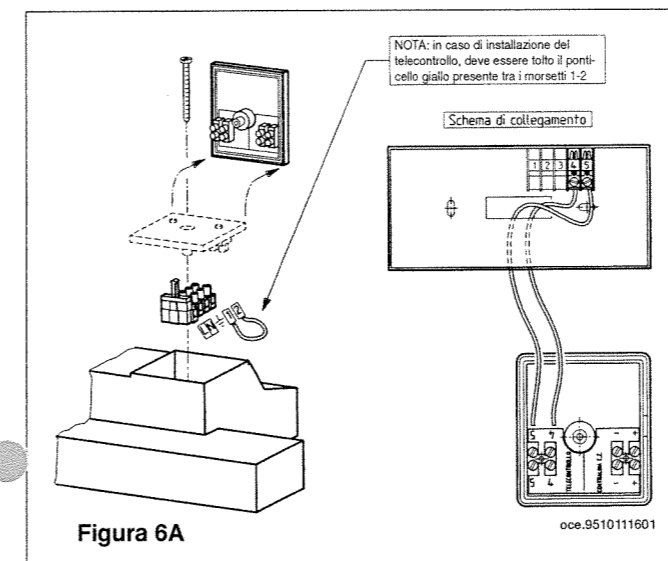
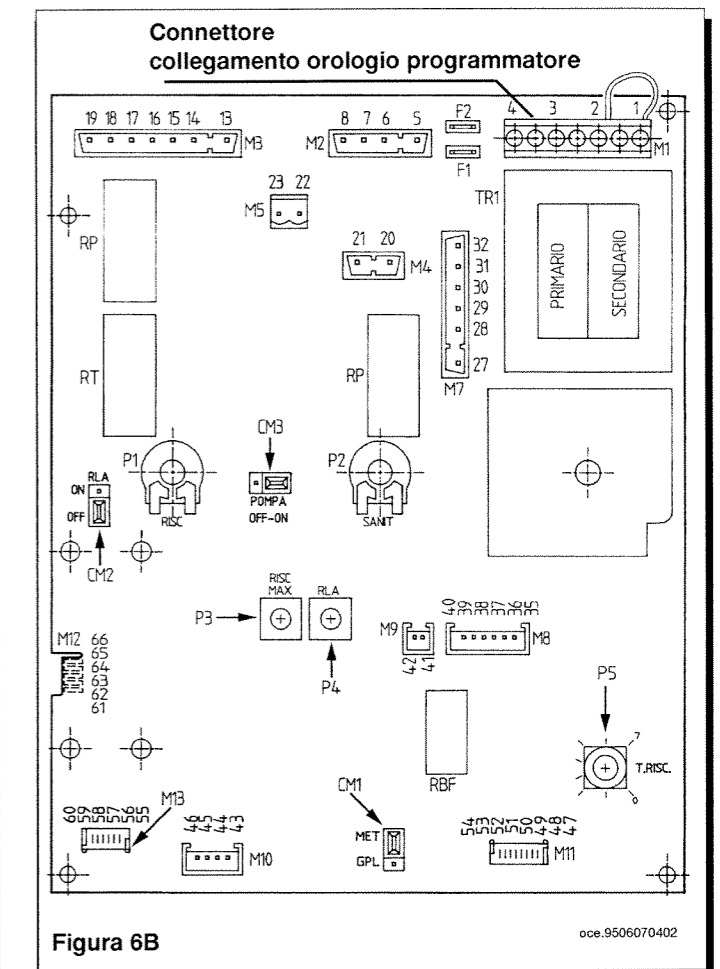

Figura 6A
Figura 6B
Per l'utilizzo di tale componente è necessario interporre tra la scheda di modulazione (connettore M13 figura 6B) e la morsettiera telecomando (morsetti 4 e 5 di figura 6A) una schedina interfaccia anch'essa fornita come accessorio.
- * collegare il motore del programmatore al connettore M1 della scheda elettronica principale (morsetti 3 e 4 di figura 6B);